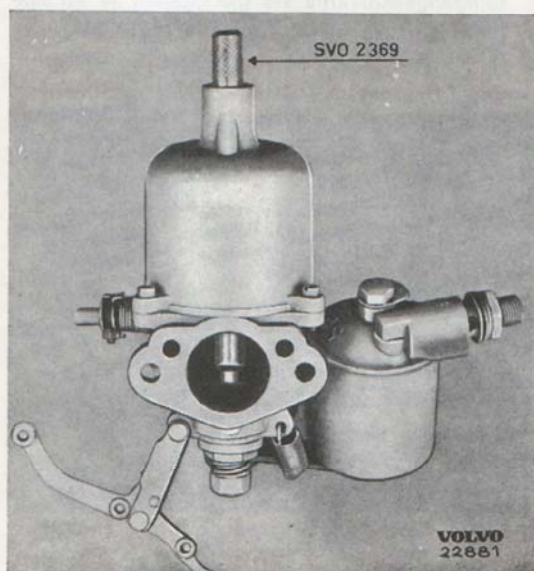

Bild 18. Centrering av munstycke.
3. Skjut ned centrerdornen SVO 2369 i förgasaren enligt bild 18. Dornens smala del trycks därvid ned i båda munstyckshylsorna och munstycket tryckes ut.